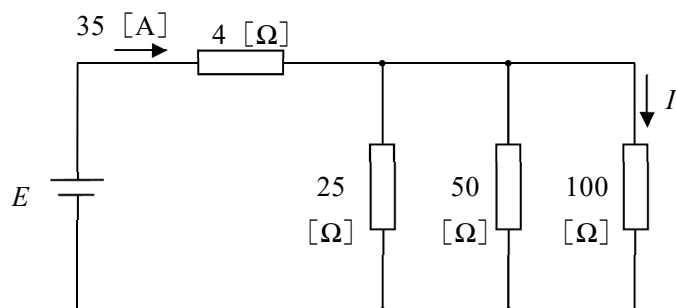

図 1－2
- (2) 図 1－2 に示す電気回路において $100\ [\Omega]$ に流れる電流 I は(③) $[A]$ である。